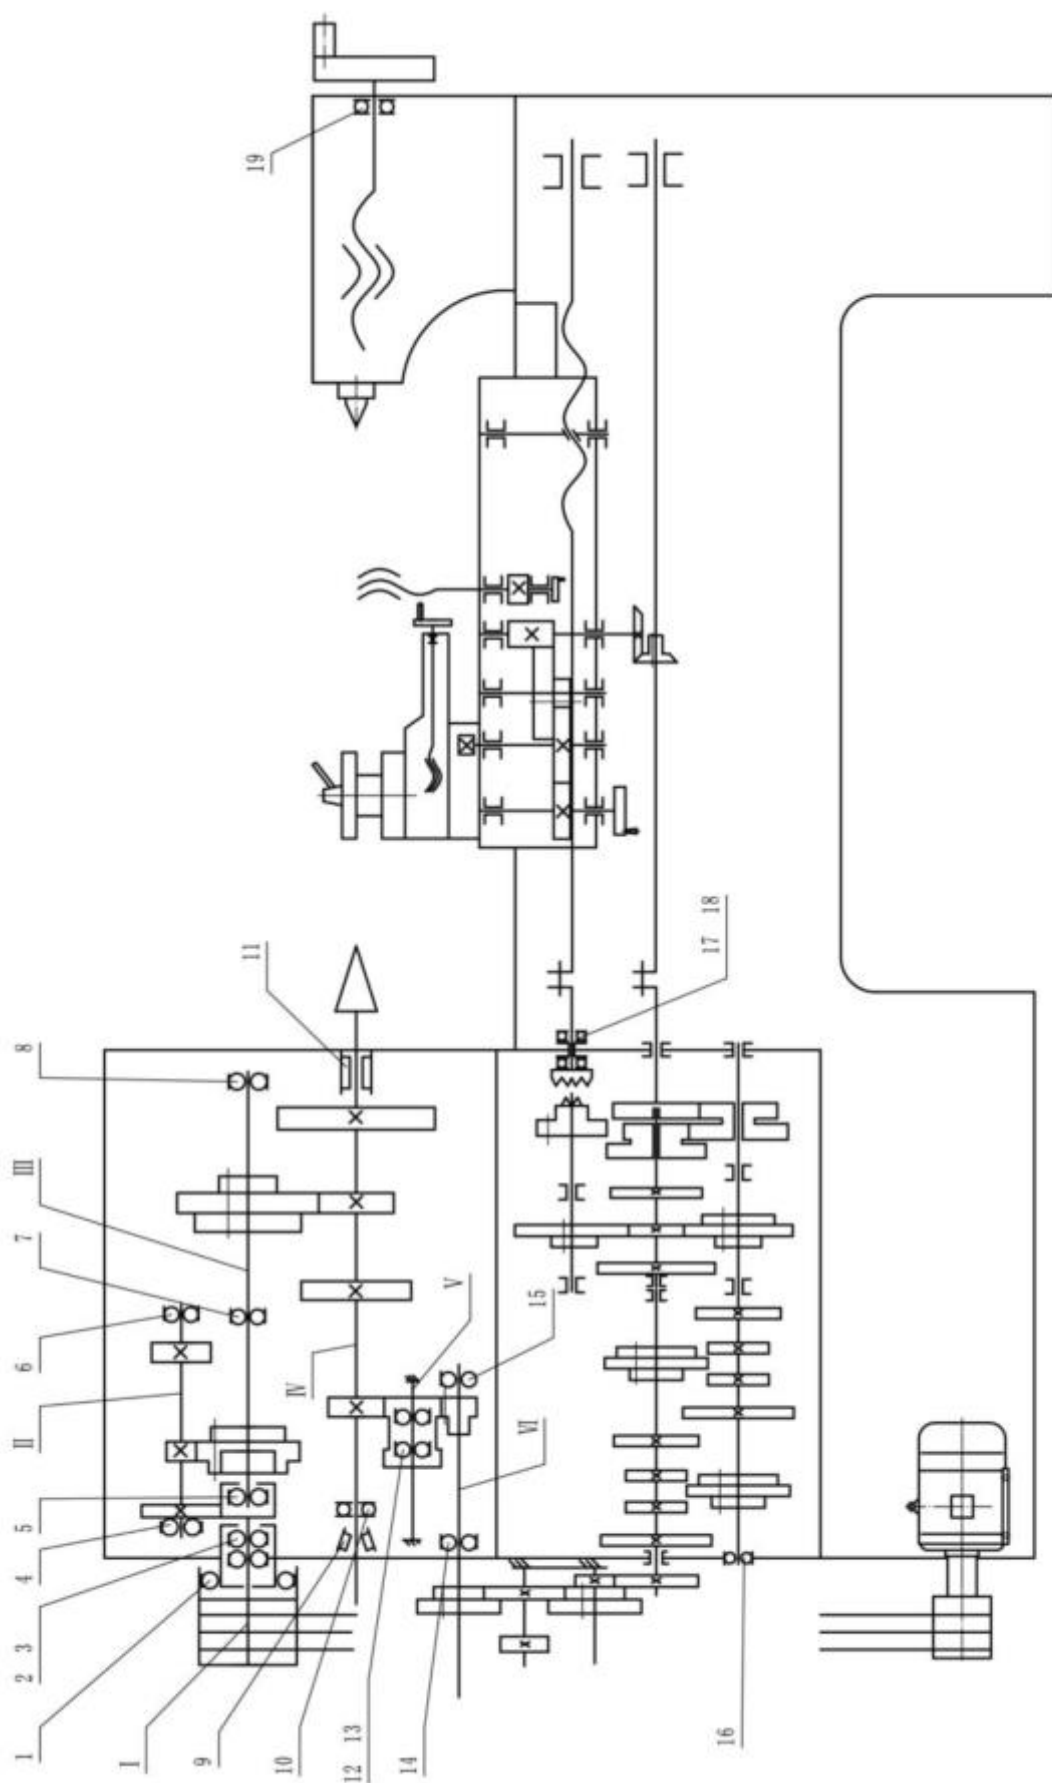

Рисунок 3. Размещение подшипников качения
- b. Расположение подшипников качения (рис.3). Подробный перечень подшипников качения (таблица 1).